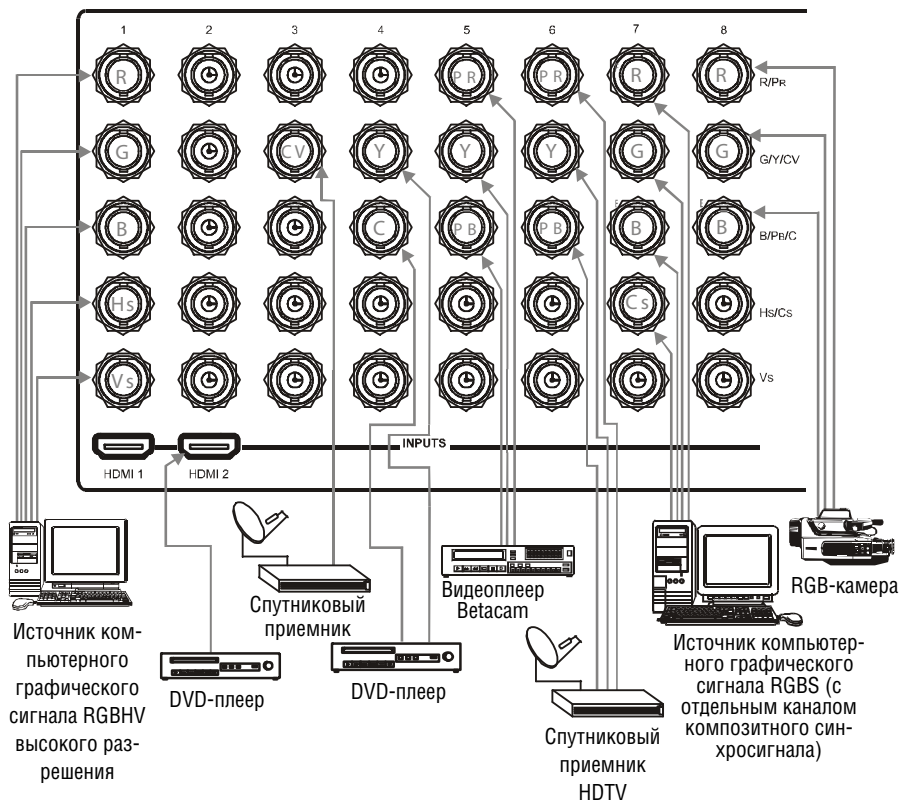
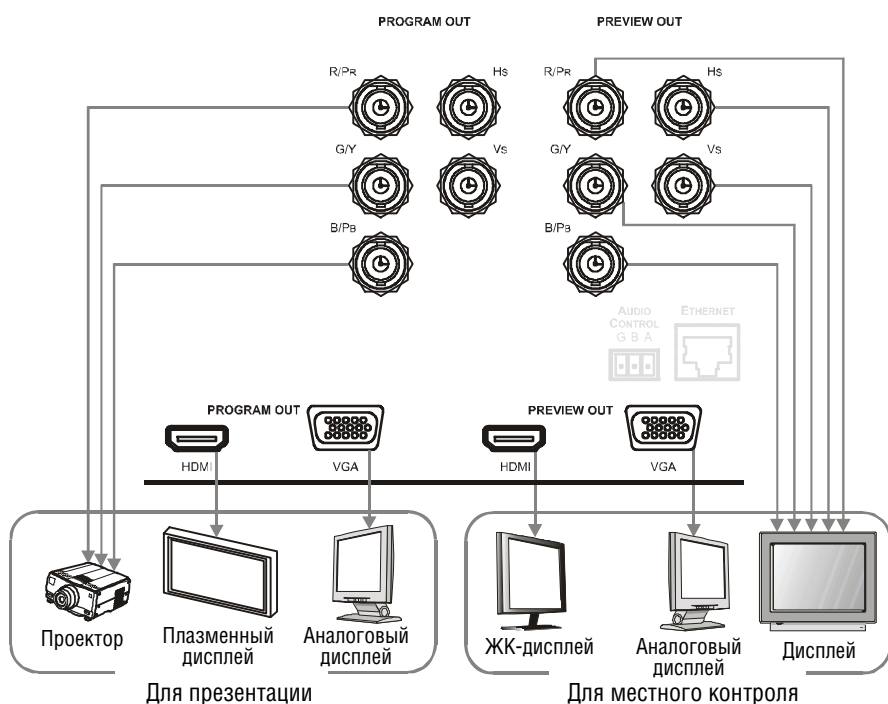

Рис. 4. Пример подключения источников сигнала к VP-727X1
Рис. 5. Подключение приемников сигнала к контрольному и программному выходам
На рис. 4 показан пример подключения восьми источников сигнала к разъемам задней панели **VP-727xl**: RGBHV, HDMI, композитного, Y/C, компонентного, HDTV, RGBS и RGB. На рис. 5 показан пример подключения приемников сигнала к контрольному и программному выходам **VP-727xl**.
2. Подключите источники сигналов (рис. 4):
3. Подсоедините приемники сигнала к группе разъемов программного выхода *PROGRAM OUT* (рис. 5)
4. Подсоедините приемники сигнала к группе разъемов контрольного выхода *PREVIEW OUT* (рис. 5):